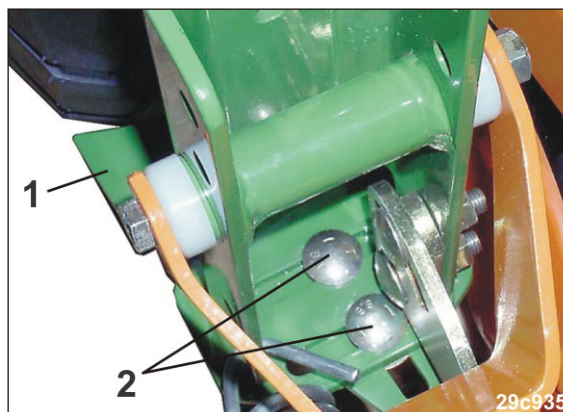

Bild 232
1. Lossa skruvarna (Bild 232/2).
2. Ställ in hjulavstrykaren (Bild 232/1).